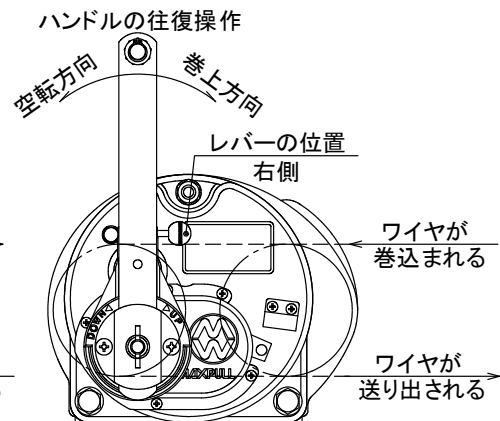

図11 巻上げの切り替えレバーの位置
- (2) ワイヤロープをドラムに巻き込む（巻上げ）ときには、図11のように切り替えレバー（赤色のボール）をウインチ正面から見て右側にしてください。